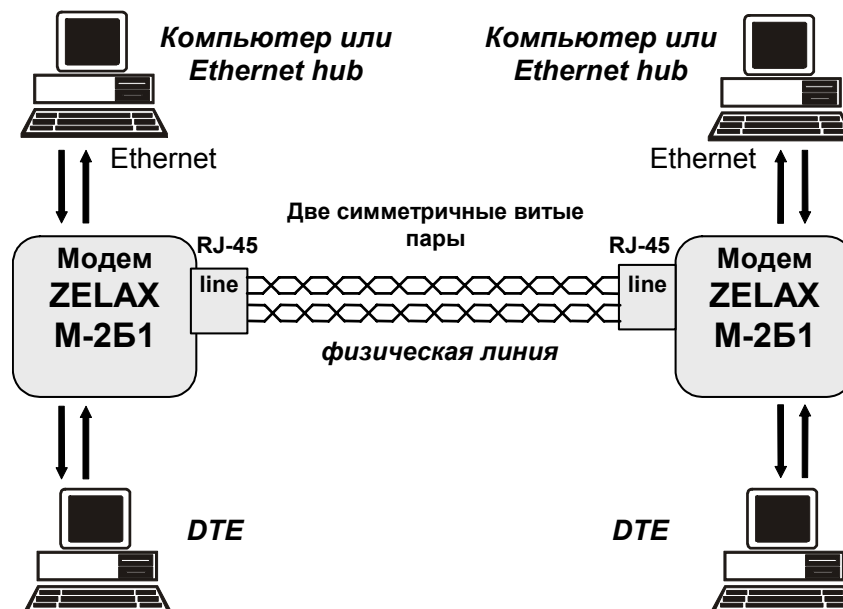

Рис. 10. Схема соединения модемов
Схема соединения модемов для организации дуплексного канала связи приведена на Рис. 10 Назначение контактов линейного разъема приведено в приложении (см. Приложение 1). В качестве линейного разъема применяется восьмиконтактная вилка **RJ-45**.
1. Соединить модемы в соответствии со схемой, приведенной на Рис. 10